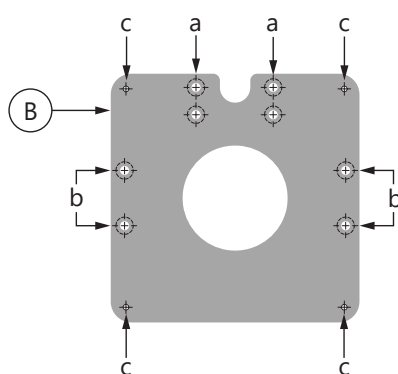
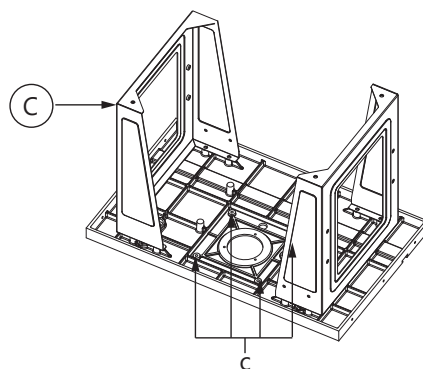

рисунок 2
рисунок 3
2. Установите пластину из комплекта фрезерного стола В (рис. 2), соединив отверстия (b). Для крепления используйте штатные винты фрезерного лифта и 4 гайки м6 (входят в комплект поставки фрезерного стола).
2. Вставьте в отверстие стола (с) (рис. 3) винты М5х25 (входят в комплект поставки).
3. Установите четыре шайбы 6 мм в качестве проставочных (входят в комплект поставки) между отверстиями (с) фрезерного стола (рис. 3) и пластины (рис. 2).